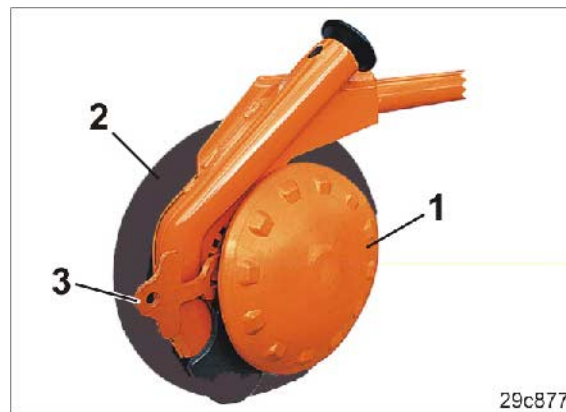

図 66
柔軟な深さ制御ディスク (図 66/1) は
- スチールディスクの背面を清掃します (図 66/2)。
ハンドグリップ (図 66/3) を操作することにより、深さ制御ディスクを調整するか、ツールを用いることなく取り外します。
速度が速い場合、走行方向に対して少ししか傾いていないスチールディスク (図 66/2) は、土をわずかに動かしません。